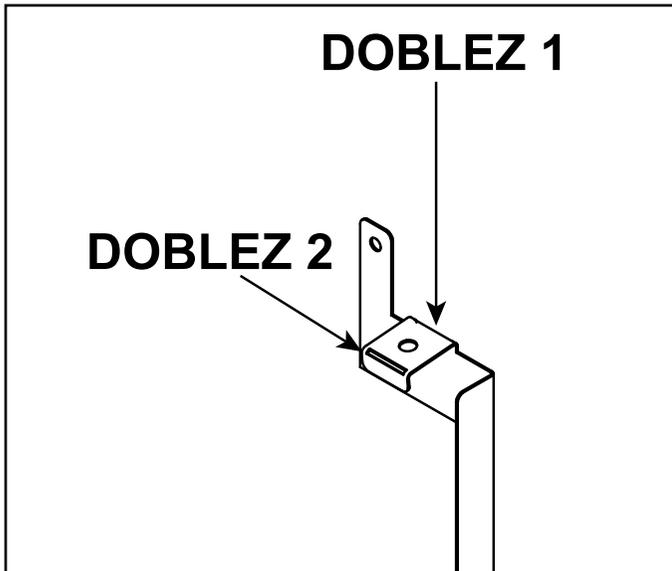
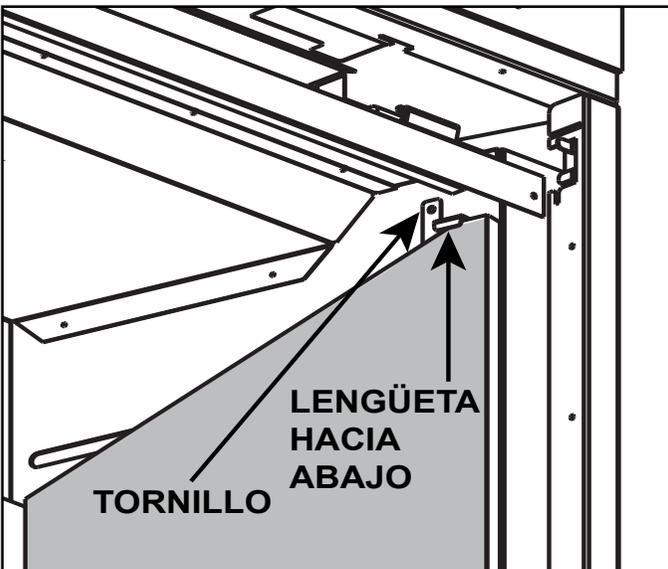

Figura 11.20 Lengüetas dobladas del soporte del panel refractario lateral
Figura 11.21 Instalación del soporte del panel refractario de vidrio lateral
9. Doble la lengüeta del soporte del panel refractario lateral hacia abajo como se muestra en la Figura 11.20, etiquetada como Pliegue 1. Coloque el soporte del panel refractario lateral en su posición. Coloque la parte superior primero y ubíquela como se muestra en la Figura 11.18.
10. Instale el soporte del panel refractario lateral entre la placa de aislamiento y el lado de la cámara de combustión. Coloque el soporte del panel refractario lateral, la placa de aislamiento y el panel de vidrio lateral en posición vertical contra la pared interior de la cámara de combustión como se muestra en la Figura 11.18. Asegure el soporte del panel refractario lateral con un tornillo autorroscante como se muestra en la Figura 11.19. Doble la lengüeta del soporte del panel refractario lateral sobre el panel de vidrio como se muestra en la Figura 11.20, etiquetada como Pliegue 2. El soporte del panel refractario se muestra instalado, con la lengüeta doblada correctamente, en la Figura 11.21.